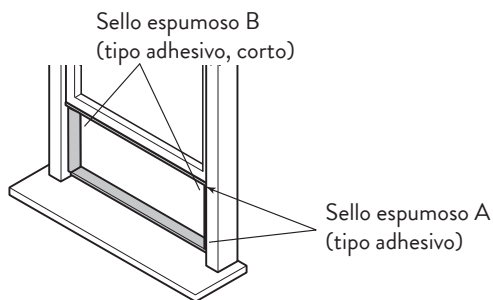

Fig. 4
1. Cortar los sellos espumosos adhesivos en la longitud apropiada y sujetarlo al marco de la ventana. Fig. 4.